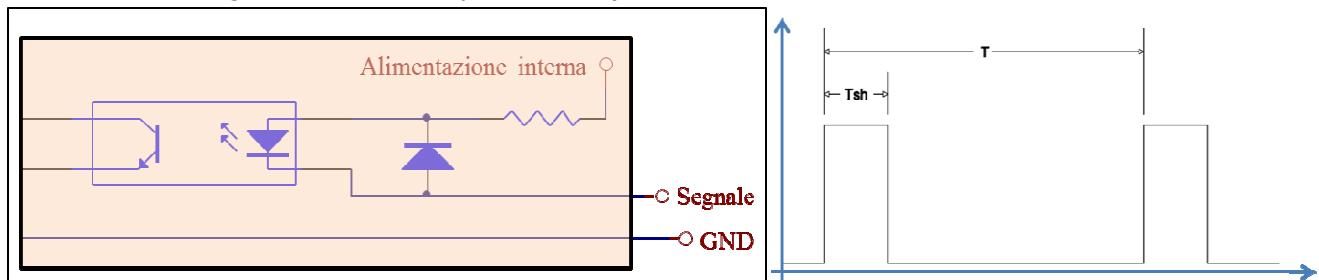

Figura 3 (schema semplificato degli ingressi ad impulsi)
Dalla figura 3 si evince che :
- La durata dell'impulso (*in figura 3 corrisponde a "Tsh"*) deve essere maggiore o uguale ai 100 ms ;
- Il tempo minimo che deve intercorrere tra un impulso e il seguente (*in figura 3 corrisponde a "T"*) è di 200 ms.